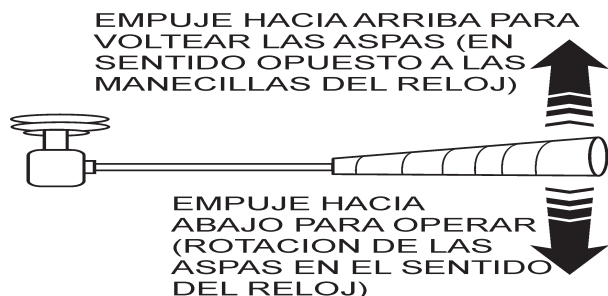
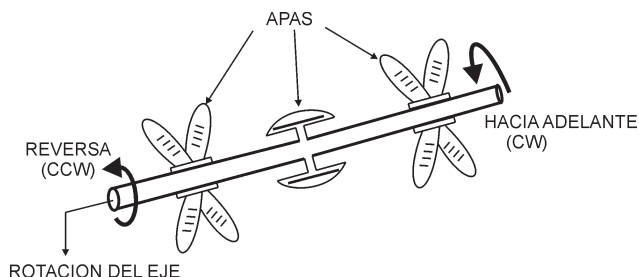
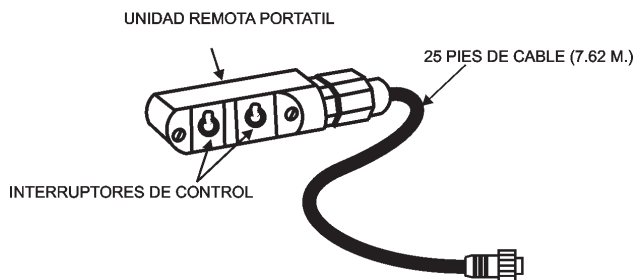

Figura 34. Palanca del control de la revolvedora de la tolva
Figura 35. Aspas de la revolvedora de la tolva (Rotación)
Figura 37. Unidad del control remoto portátil
La palanca de control de la revolvedora de la tolva, esta localizada a la izquierda del medidor de la temperatura hidráulica (Figura 34).
1. Mueva **HACIA ABAJO** la palanca del control de la revolvedora de la tolva (Figura 35) y observe que las aspas (Figura 37) dentro de la tolva, están girando en dirección a las manecillas del reloj (hacia adelante).
2. Mueva **HACIA ARRIBA** la palanca de control de la revolvedora de la tolva (Figura 34) y observe que las aspas (Figura 35) dentro de la tolva, están girando en dirección contraria de las manecillas del reloj. (**REVERSA**)
El cable del control manual (Figura 37) debe ser instalado debajo de la caja de control principal. Contacte a su representante de MAYCO para información adicional.